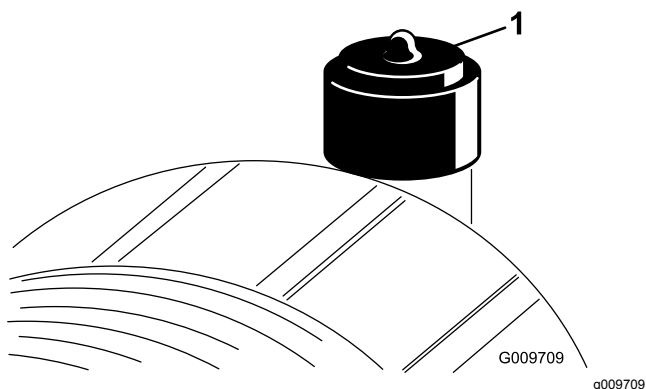

図 55
エアクリーナのフィルタの整備は、インジケータが赤色になってから行ってください 図 55。早めに整備を行っても意味がありません。むしろフィルタを外したときにエンジン内部に異物を入れてしまう危険が大きくなります。
2. インジェクタ図 55 が赤になっている場合はリセットする。